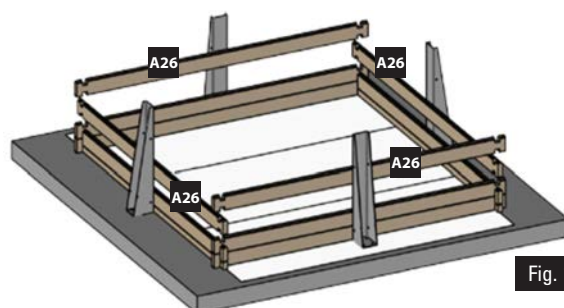

Fig. 18 / Abb. 18 / Afb. 18
3rd LAYER OF BOARDS: Install the third layer of boards as shown in figure 18. The position of the refilling fitting with the key and the skimmer should be defined at the start of the assembly (read the specific paragraphs).
3ÈME RANGÉE MADRIERS : Positionnez les madriers de la 3ème rangée conformément à la figure 18. Vous devez avoir déterminé l'emplacement de la buse de refoulement et du skimmer dès le début du montage (voir paragraphes espécifiques).
3. BRETTERRIHE: Platzieren Sie die Bretter der dritten Reihe laut Abb. 18. Zu Beginn der Montage müssen Sie die Lage des Druckventils und des Skimmers festlegen (lesen Sie hierzu die entsprechenden Abschnitte).
3ª RIJ PLANKEN: Plaats de planken van de derde rij zoals te zien is op afbeelding 18. U moet al bij aanvang van de montage bepalen op welke plaats het uitstroombondstuk en de skimmer moet komen (less de betreffende paragrafen).